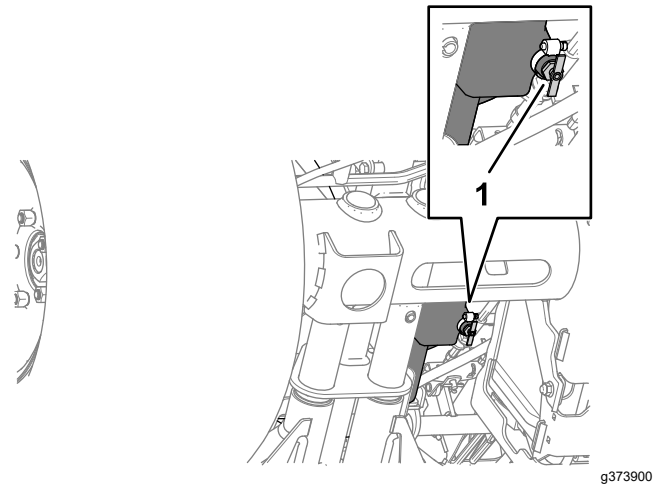

Bild 89
2. Stellen Sie eine Auffangwanne unter das Ablassventil des Kraftstofftanks (Bild 89).